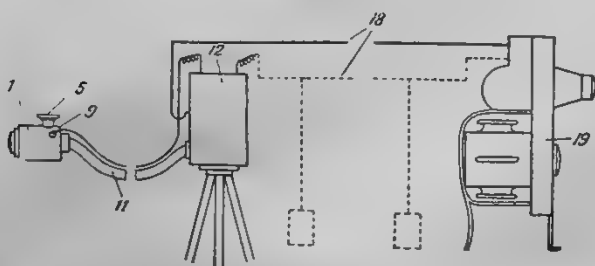

Рис. 1. Общее расположение устройства.
Электрический ток от одного из полюсов батареи (10) поступает через щетку (16), ось (17), металлический диск (14) и щетку (15) в один из штифтов (13), с которыми при вращении диска поочередно соприкасается щетка (15); затем поочередно из каждого штифта ток поступает в соединенный с ним провод (6), откуда и идет в соответствующий участок селенового экрана, в который этот провод входит, затем идет через одну из металлических полос (8) в зажим (9), а оттуда через провод линии (18) в приемное устройство (19, рис. 1), откуда возвращается к передатчику, а именно к дру-